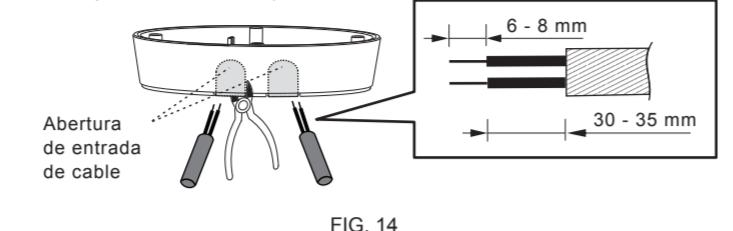

FIG. 14
4.4.3.2 Con el objetivo de introducir los cables de potencia CA por el lateral de la caja de empalmes, utilice los alicates para efectuar la abertura de entrada del cable en el lateral de la caja de empalmes, y a continuación inserte los cables para proceder a la introducción. Elimine 6 - 8 mm de revestimiento para el cableado (véase FIG. 14).